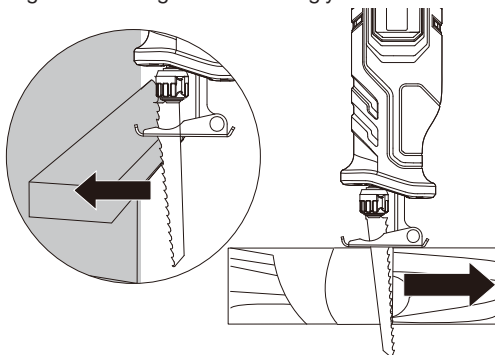

Figure 5
5. PLUNGE CUTTING (SEE FIG. 5)